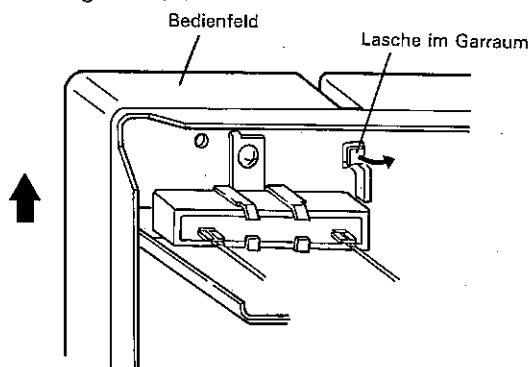

Abbildung C-3. Ausbau der Bedienfeld-Einheit
3. Die Schraube (1) entfernen, welche die Bedienfeld an der Garraum-Stirnseite festhält.
4. Die Lasche im Garraum anheben (siehe Abbildung C-3).